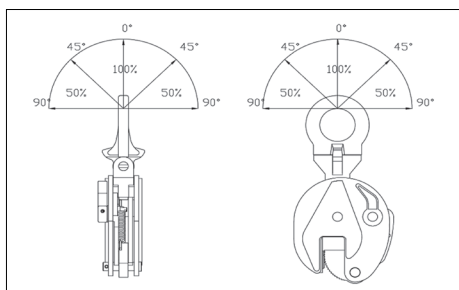

Fig. 9
**ATENCIÓN:** En el caso de tiros en ángulo, la carga de trabajo debe reducirse según el diagrama de la Fig. 9.